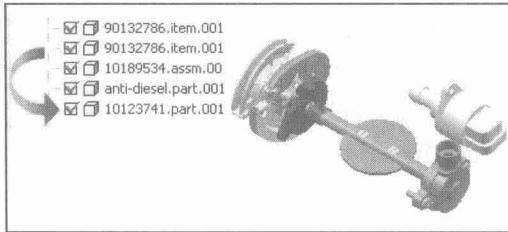
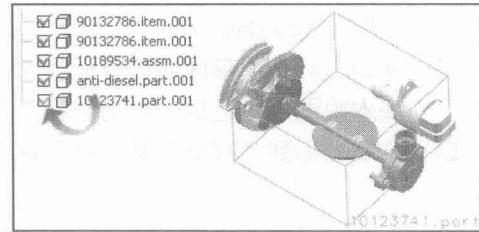

图 1.18 隐藏组件
图 1.19 预览隐藏组件
(3) 隐藏/取消隐藏组件：选择组件“10123741.Part.001”前面的红色复选标记“”，则红色标记变成灰色，节流阀实体部件从显示中移除，如图 1.18 所示。再次移动光标到 10123741.Part.001 节点上，图形窗口中将显示部件的名称，并以一个矩形包络框表示零件的尺寸，如图 1.19 所示。选择灰色的复选标记则取消隐藏组件。